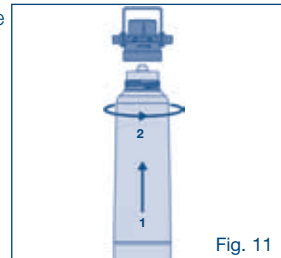

Fig. 11
3. Gire el filtro dentro de la cabeza filtrante en sentido contrario a las agujas del reloj (consulte la Fig. 11).